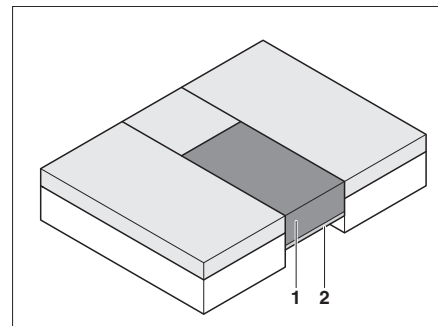

Fig. 77 Dopo la trasformazione
- Collocare il cuscino aggiuntivo (Fig. 77,1) sul telaio portamaterasso (Fig. 77,2) estratto.
Per portare il cuscino aggiuntivo (Fig. 77,1) alla stessa altezza degli altri cuscini, è necessario premerlo con forza.
- ▷ Inserire il cuscino aggiuntivo (Fig. 77,1) e sedervisi sopra. Il peso preme il cuscino nella nicchia.